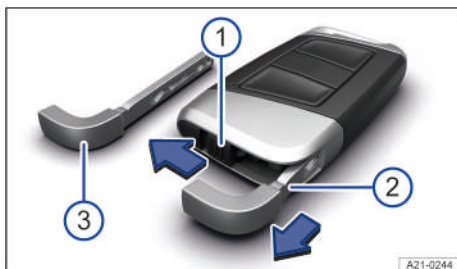

Fig. 62 Llave del vehículo: desbloqueo de la llave de emergencia (representación esquemática).
- ① Desplazar el bloqueo en el sentido de la flecha.
- ② Extraer la llave de emergencia en el sentido de la flecha.
- ③ Llave de emergencia
La llave del vehículo puede incluir una llave de emergencia → **fig. 62** ③ para desbloquear y bloquear manualmente el vehículo.